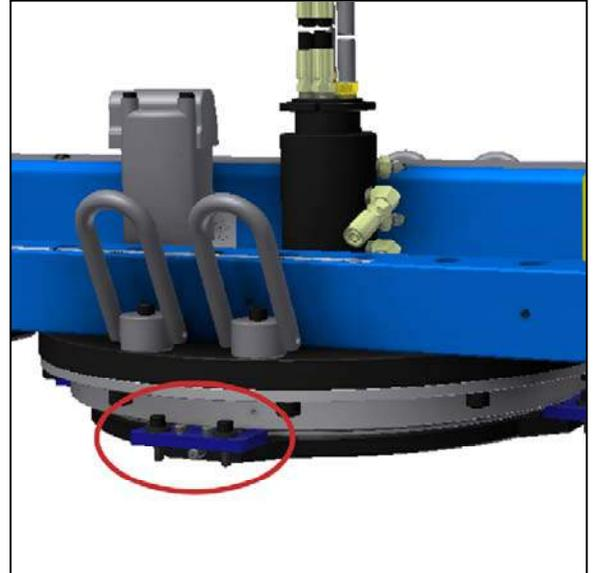

FIGURA 3-37. ACOPLAR PLACAS DE EXTENSIÓN
6. Conecte las extensiones de la placa a la placa inferior, tal y como muestra la Figura 3-37.